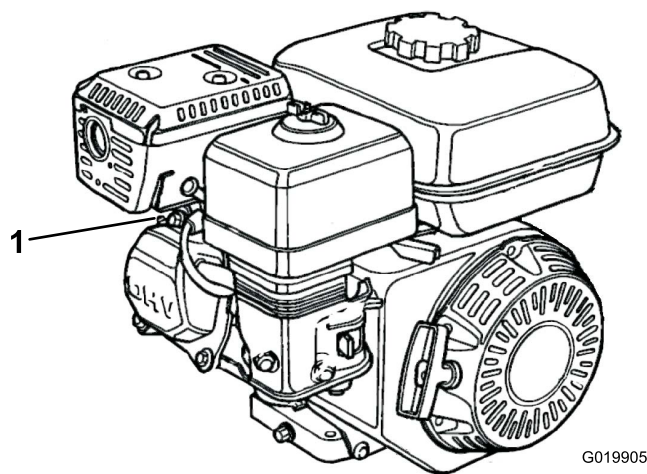

図 33
1. 点火プラグついている点火ケーブルを取り外す 図 33。